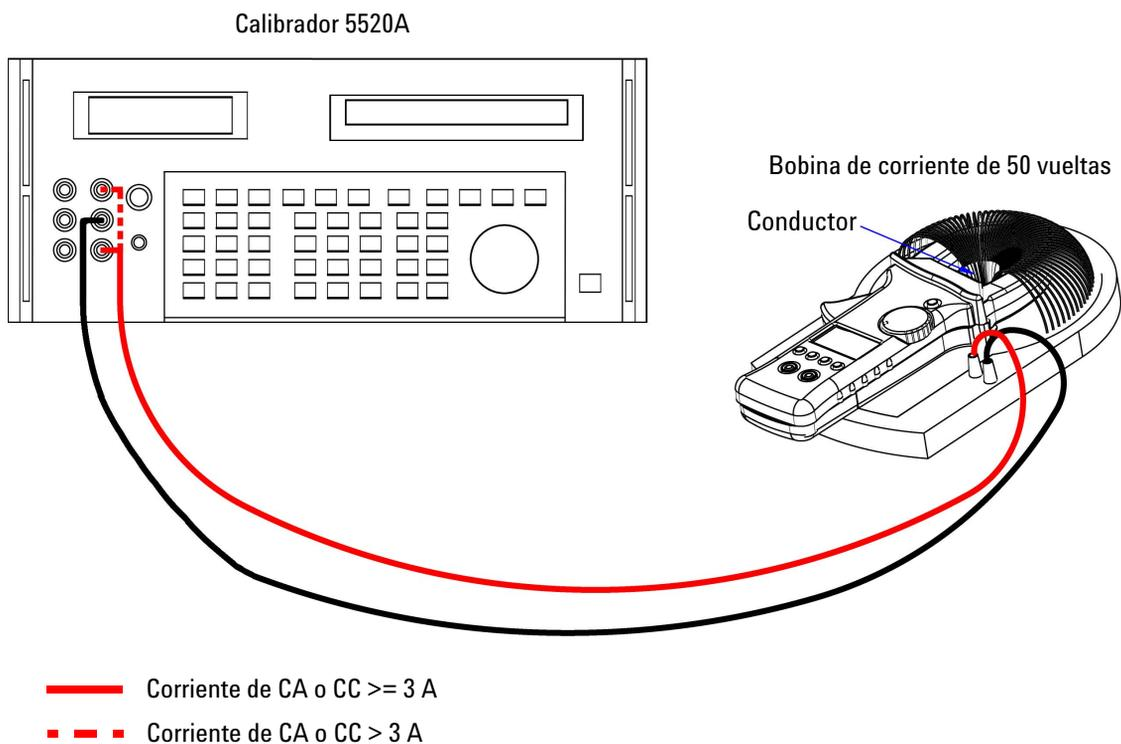

Figura 6-2 Configuración de la prueba de verificación del funcionamiento de la corriente
- 1 Coloque el multímetro pinza en una bobina de corriente de 50 vueltas según la Figura 6-2, “Configuración de la prueba de verificación del funcionamiento de la corriente,” en la página 76.